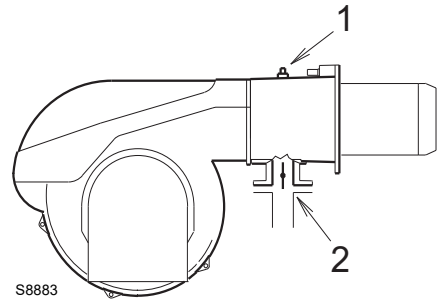

Abb. 26
Gasdruck gemessen an Anschluss 1)(Abb. 26), mit:
Strömungsverlust Gasdrossel 2)(Abb. 26) bei maximaler Öffnung: 90°.
- Ziehen Sie vom Gasdruck am Anschluss 1)(Abb. 26) den Druck in der Brennkammer ab.
Gasdruck an der Entnahmestelle 1)(Abb. 26) = 14,3 mbar
Zur Ermittlung des für den an der Entnahmestelle 1)(Abb. 26), erforderlichen Gasdrucks, nachdem die gewünschte Leistung des Brenners festgelegt wurde:
- Rechts, in Spalte 1, den Druck an der Entnahmestelle 1)(Abb. 26) ablesen
erforderlicher Druck an der Entnahmestelle 1)(Abb. 26).